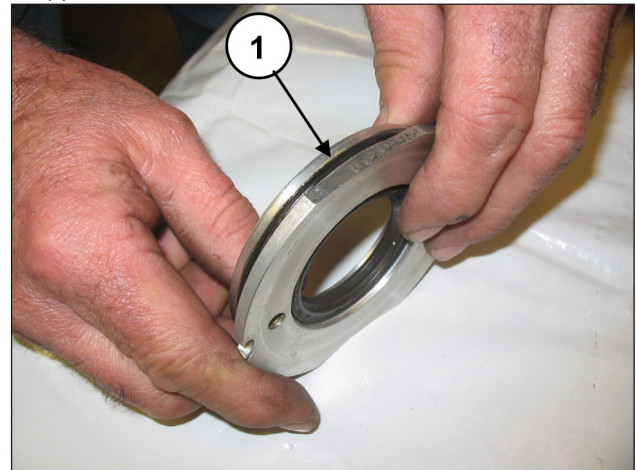
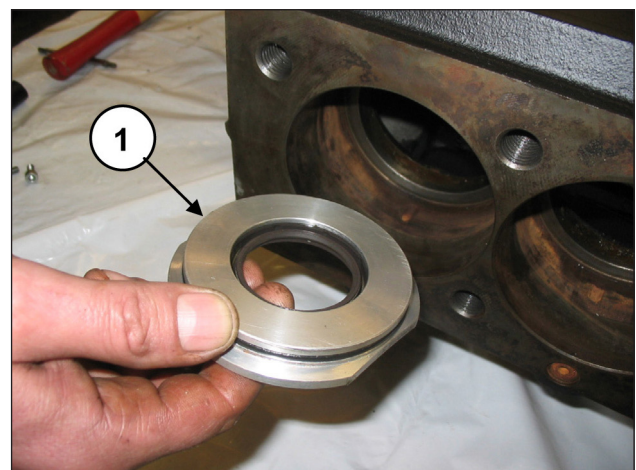

Abb. 170
Abb. 171
Setzen Sie den O-Ring (Pos. ①, Abb. 170) in die Aufnahme des Ölabbstreifring-Deckels ein und bringen Sie die montierte Gruppe in den Gehäusesitz an (Pos. ①, Abb. 171).